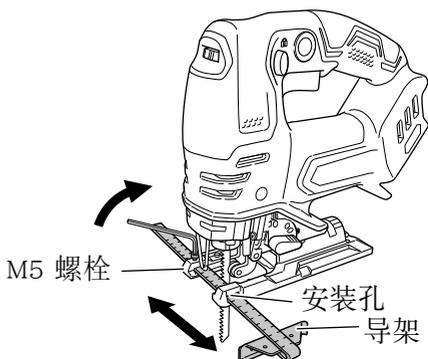

图 25
(3) 将导架穿过导底座上的导架孔，上紧 M5 螺栓。(图 25)
(4) 将轨道位置设为“0”。